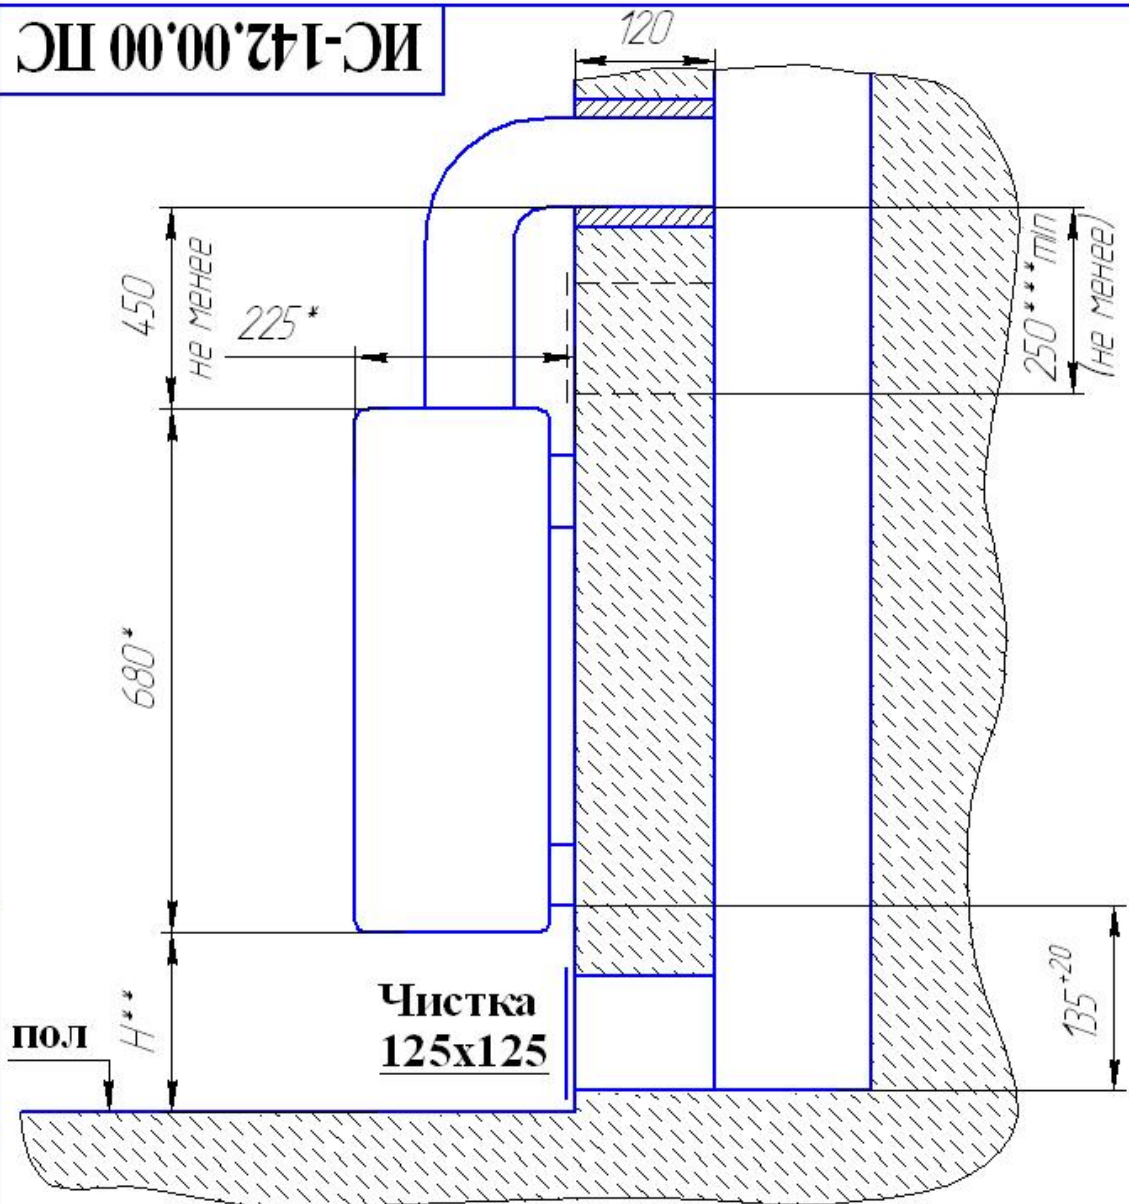

Рис.9 Схема подсоединения к дымоходу.
- 5.9 Подсоединение котла к дымоходу показано на рис.9.